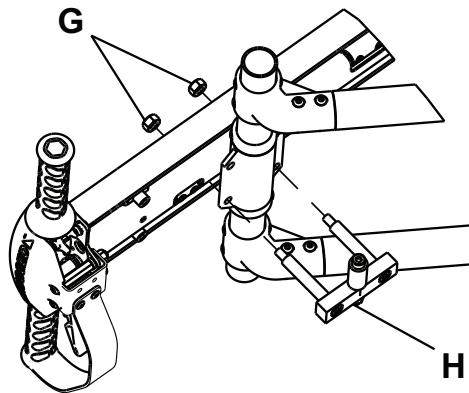

Abbildung 8 – Laufrollen-Baugruppe
8. Mit einem M6-Inbusschlüssel und einem M13-Schraubenschlüssel die mitgelieferte Laufrollen-Baugruppe (H) und die Muttern (G) am Gleitrohrträger installieren (Abbildung 8).